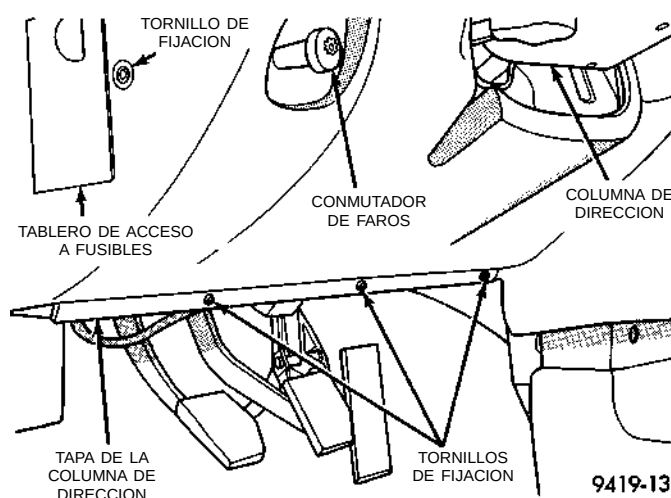

Fig. 6 Tapa de la columna de dirección
(1) Desconecte el cable negativo (masa) de la batería y aíslalo.
(2) Antes de comenzar el desmontaje del conjunto de la columna de dirección del vehículo, asegúrese de que las ruedas delanteras estén en la posición **de línea recta hacia adelante**.
(3) Retire los 4 tornillos que fijan la tapa de la columna de dirección a la parte inferior del tablero de instrumentos. Luego retire el panel tapizado del tablero de instrumentos (Fig. 6).